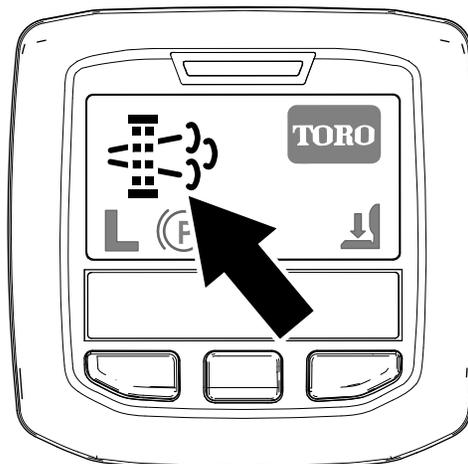

Figura 30
- Nell'InfoCenter viene visualizzata l'icona di richiesta rigenerazione parcheggiata (Figura 30).